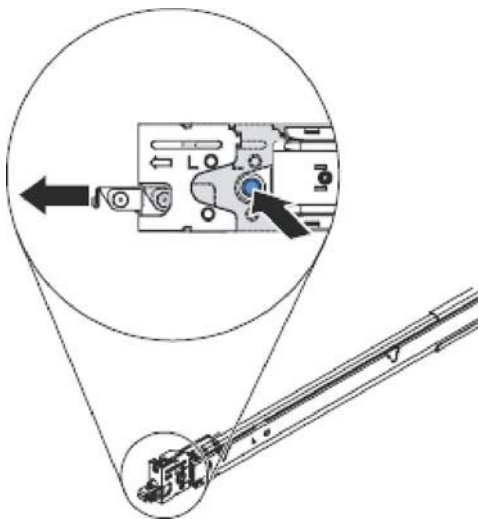

図 50. スライド・レールの前部端の準備
4. 図 50 に示すように、スライド・レールの前部端を準備します。